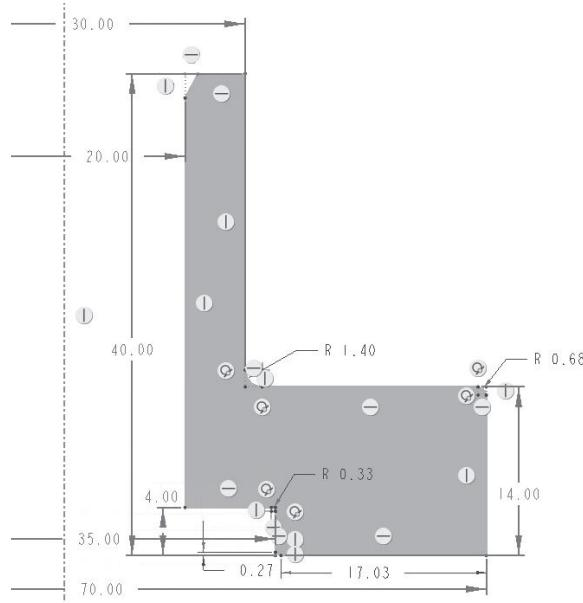

图 2-1-7 线性尺寸标注
(1) 在草绘器中，单击“”按钮，单击需要标注的图元。移动鼠标，在适当位置单击鼠标中键，确定尺寸的放置位置。
(2) 单击“”按钮或执行其他命令，结束尺寸标注。
(3) 已经存在的弱尺寸，可通过双击草图来修改尺寸，生成强尺寸，完成线性尺寸标注，如图 2-1-7 所示。